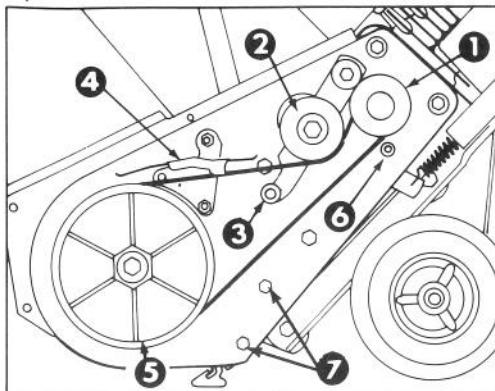

Figure 14
4. Retirer les 2 boulons à tête et écrous qui font tenir le support de logement inférieur à la plaque latérale (cf. fig. 14).
3. ENLEVEMENT DE LA COURROIE (Fig. 14)
4. INSTALLATION DE LA COURROIE (Fig. 14) — Enroulez la courroie autour de la poulie du moteur, sous la poulie folle, sur le